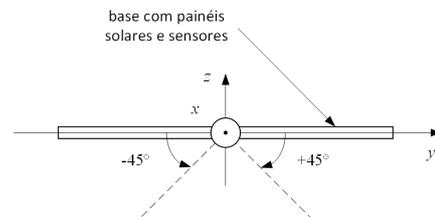

Figura 5: Rotação total da base para o eixo x (igual para o eixo y).
- b) (1,0) Quantos pulsos são necessários para a base rotacionar de -45° a $+45^\circ$ em relação ao plano horizontal para x ou y , vide Figura 5?